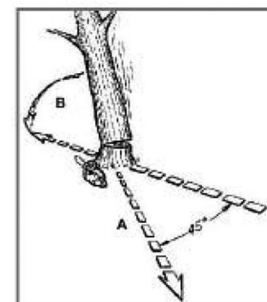

Figura 8
**ADVERTÊNCIA** Quando efetuar o corte mantenha pelo menos duas árvores de distância entre você e outros trabalhadores. Uma rota de fuga (A) deve ser planejada ou aberta antes que se inicie o corte. A rota de fuga deve se estender para trás e diagonalmente à linha de queda esperada da árvore, como ilustra a Figura 8.